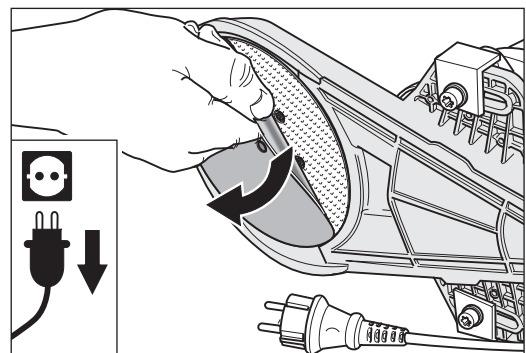

Abb. 10 Die Klettschleifscheibe vom Schleifteller abziehen.
- 4 Ziehen Sie die verschlissene Klettschleifscheibe vom Schleifteller ab (Abb. 10).